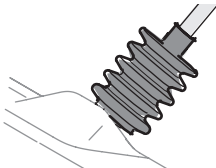

Figure 13
- Glissez le soufflet en caoutchouc sur le joint universel (Figure 13).